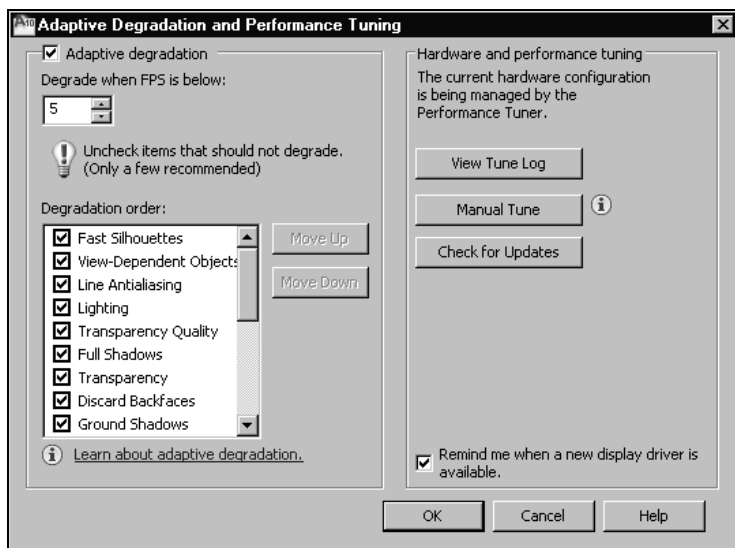

Рис. 12.10. Диалоговое окно для настройки производительности графической системы
3. В диалоговом окне **Adaptive Degradation and Performance Tuning** (Адаптивное ухудшение и адаптация параметров) (рис. 12.10) настройте максимально возможную производительность графической системы с помощью адаптивного ухудшения качества.